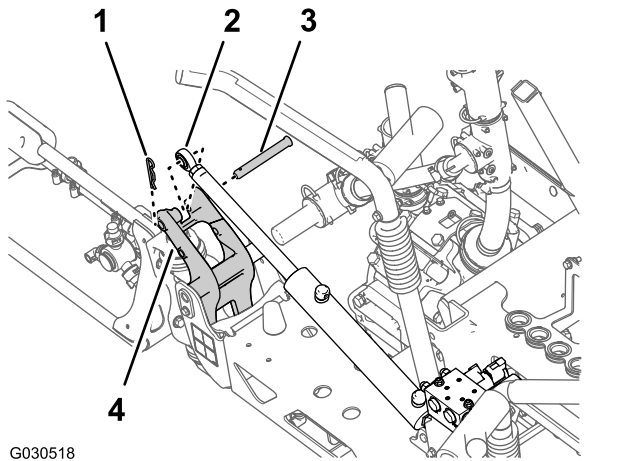

図 63
3. 昇降シリンダをピボットブラケットに固定しているヘアピンとクレビスピンを取り外す 図 63。